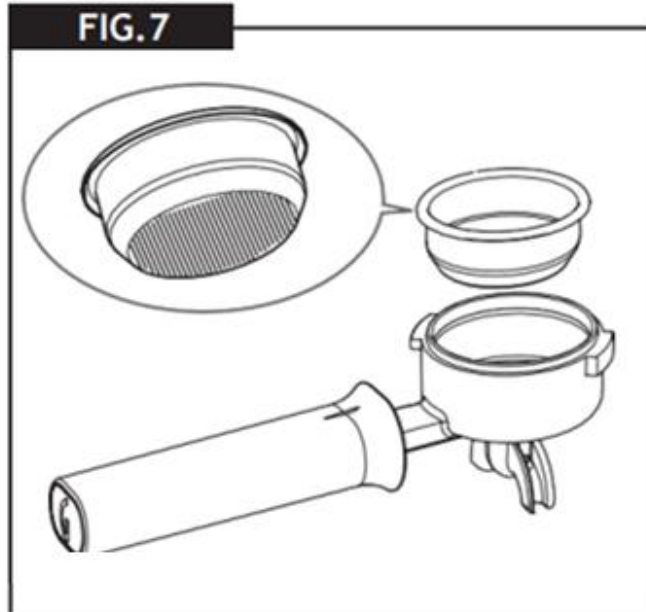

FIG. 8
- 2.** Otočte kohoutem pro výdej páry (7) v protisměru hodinových ručiček (Fig. 8).
- 3.** Stiskněte tlačítko pro spuštění výdeje kávy (1).
- 5.** Uzavřete kohout pro výdej páry (7) a znovu stiskněte tlačítko pro výdej kávy (1). Vyprázdněte nádobu a umístěte ji zpět pod parní trysku.